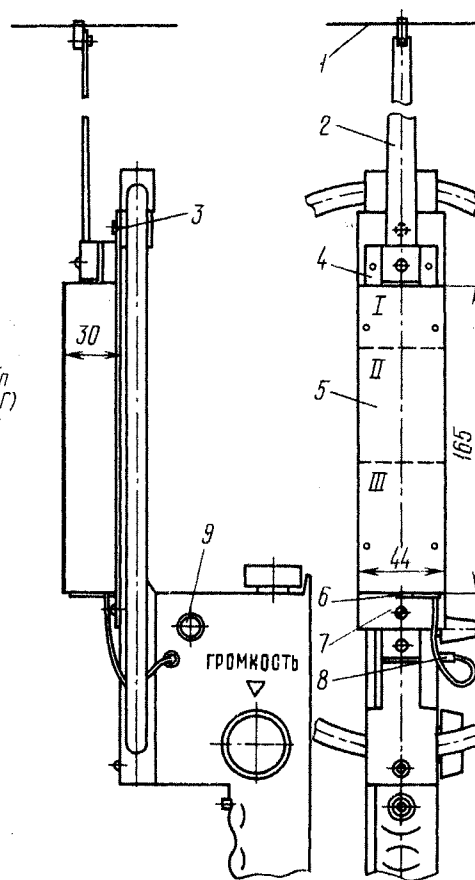

Рис. 3
Приставка смонтирована в трехсекционной коробке 5 (рис. 3) размерами $165 \times 44 \times 30$ мм, спаянной из фольгированного стеклотекстолита толщиной 1,5 мм. В отсеке I находятся элементы предварительного усилителя и усилителя мощности, в отсеке III — аккумулятор и разъем ключа $X2'$ (6). Остальные элементы приставки размещены в отсеке II на отдельной плате. Монтаж объемный. Розетка разъема $X1'$ (8) и регулятор расстройки $R4'$ (9) находятся на стенке корпуса пеленгатора.